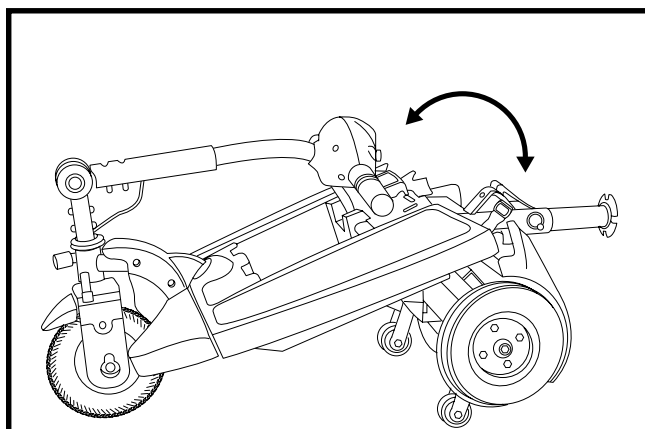

Figure 23. Positionnement du cadre
1. Poussez le mât du siège vers l'arrière pour pivoter la section arrière vers l'arrière jusqu'à ce que la section soit à la verticale sur son pare-choc. Voir la figure 23.
3. Tenez le mât du siège pour faire pivoter la section arrière vers l'avant jusqu'à ce que les ergots soient complètement insérés dans les fentes d'assemblage. Voir la figure 23.